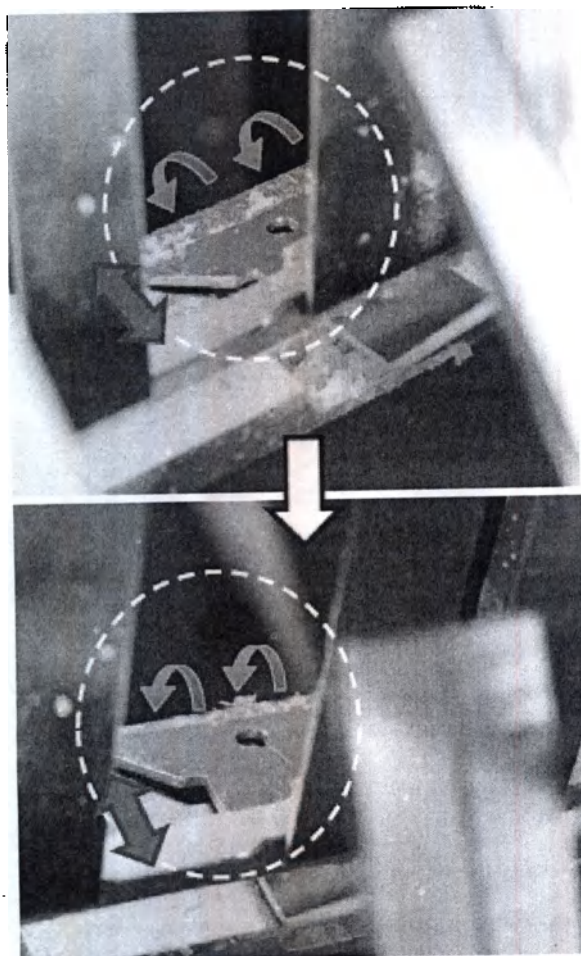

Рисунок 5Q. Очистка области В
4. Для очистки зоны с пометкой B используйте большую головку (сторона B) инструмента в зоне B. Продвигайте инструмент вперед и назад для соскабливания накопившегося в зоне B парафина (рис. 5Q). Соскобленный парафин падает в область базовой формы. (Смотрите раздел Очистка брызговики и внутренней части).